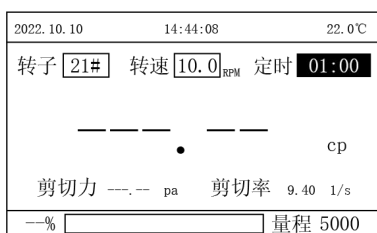
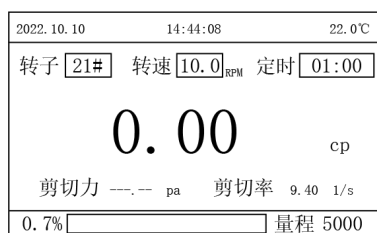

图 5
图 6
- (8) 按◀或▶键可切换到定时位置，光标停在如图 5 的 01:00 的位置。当选择好转子和转速档位后，按确定键，转子开始旋转，仪器开始进行测量，屏幕显示如图 6 所示：